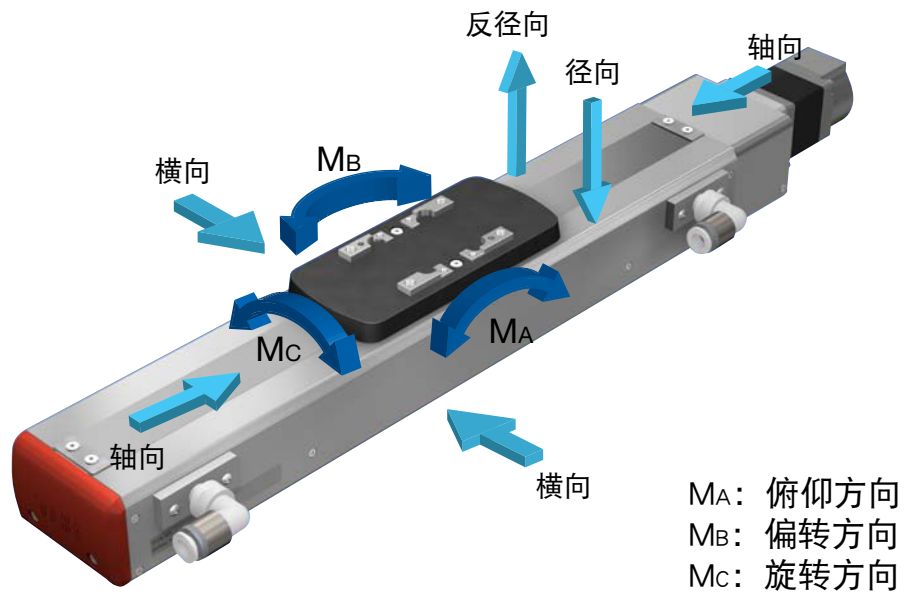

图 6 负载荷重和力矩方向
- 静态容许力矩如表 8 所示。力矩方向请参考图 6。
- 静态容许负载如表 9 所示。负载方向请参考图 6。